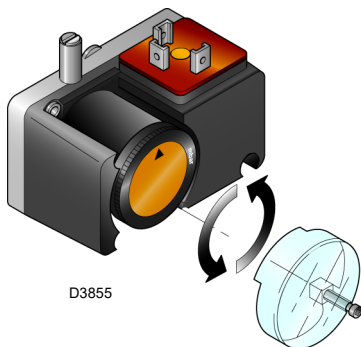

Abb. 24
- Stellen Sie den Minimal-Gasdruckwächter auf den Skalenanfang ein (Abb. 24).